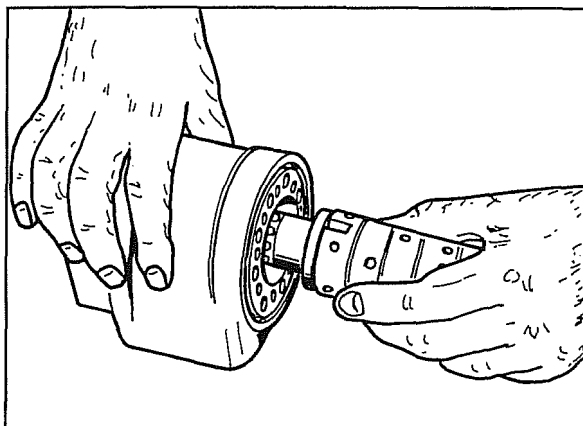

Fig. 66
- Inserire il cilindro distributore sul corpo idroguida posizionandosi come illustrato in fig. 66.